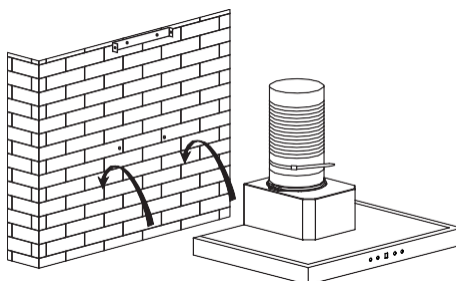

Bild 3
- Använd 2 stycken ST4×8 mm-skruvar för att fästa utloppet på enhetens ovansida och fäst sedan expansionsröret på utloppet med ett buntband. Se bild 3.